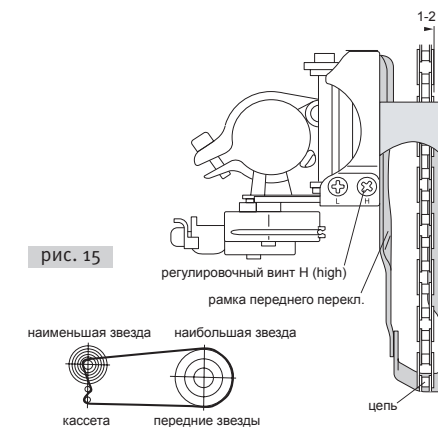

рис. 15
- 3.6.5. Вращая шатуны вперед, установите цепь на большую звезду на шатуне и маленькую звезду на кассете (рис. 15).
- 3.6.7. С помощью ограничительного винта H (high) (рис. 15) отрегулируйте крайнее внешнее положение переднего переключателя таким образом, чтобы ограничить движение рамки переключателя в сторону шатуна, при этом цепь должна свободно переключаться на наибольшую звезду.